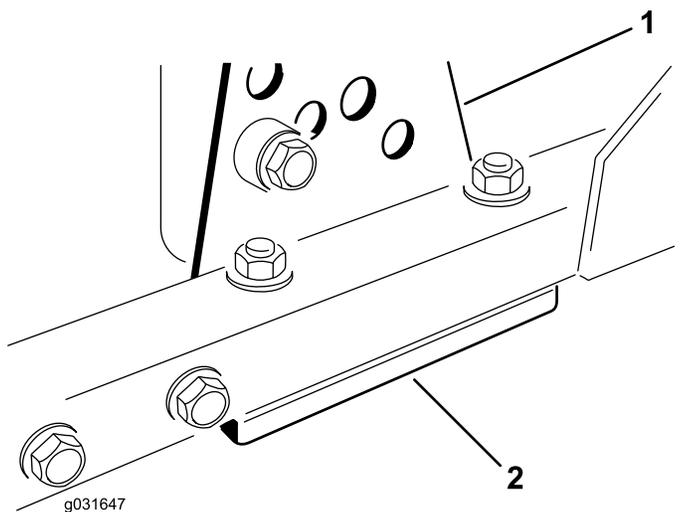

图 71
1. 从刀盘架上拆除除草高度支架前、左或右 图 71。
2. 在刀盘架与除草高度支架之间增、减 1.5mm 薄垫片和/或 0.7mm 薄垫片以达到所需的除草高度设置 图 71。
3. 安装除草高度支架到刀盘架剩余薄垫片集中放到除草高度支架的下方 图 71。